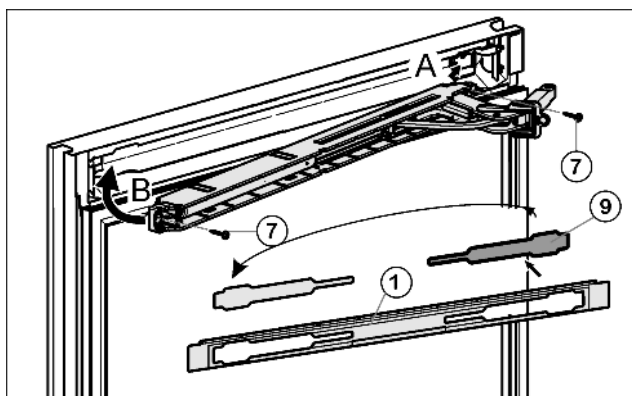

Fig. 15
- ▶ Освободите крышку *Fig. 15 (9)* из накладки *Fig. 15 (1)* и снова установите её на другой стороне.
- ▶ Зацепите (A) и поверните (B) верхний узел амортизатора закрывания дверцы шарниром на стороне шарнира.
- ▶ Прикрутите узел амортизатора закрывания дверцы (2 шт. Torx® 15) *Fig. 15 (7)*.